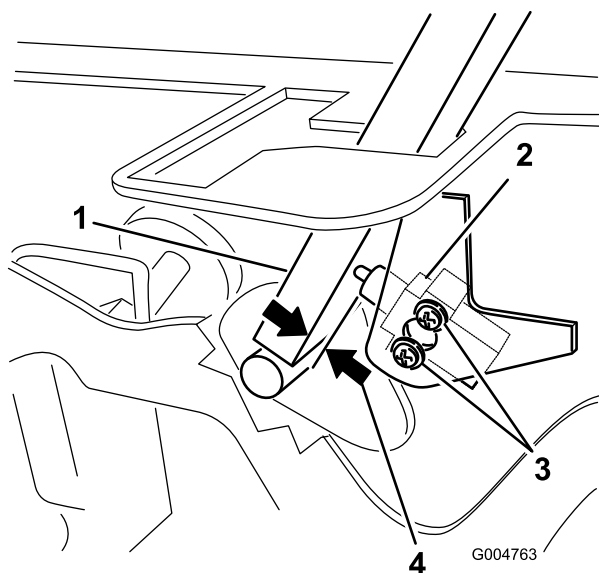

Figure 48
3. Desserrez les 2 vis de fixation du contacteur de sécurité (Figure 48).
- Maintenez le levier de commande contre le cadre et rapprochez le contacteur du levier jusqu'à ce qu'ils soient espacés de 0,4 à 1 mm, comme montré à la Figure 48.